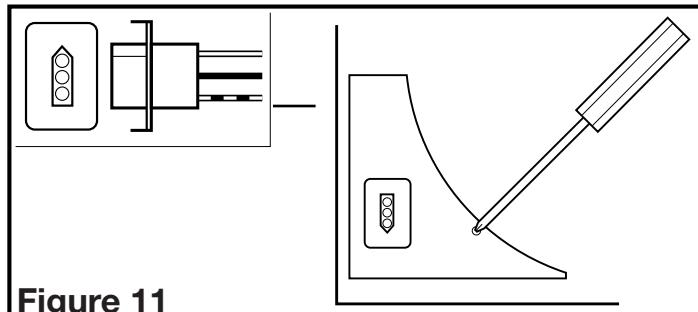

Figure 11
2. Réinstaller le couvercle du compartiment de câble du ventilateur en place. Faire tourner la roue de la soufflante à la main pour vous assurer qu'elle tourne librement. Brancher le cordon à raccordement rapide dans le réceptacle. Ce cordon ne s'ajuste que d'une seule façon dans le réceptacle (**Figure 11**).